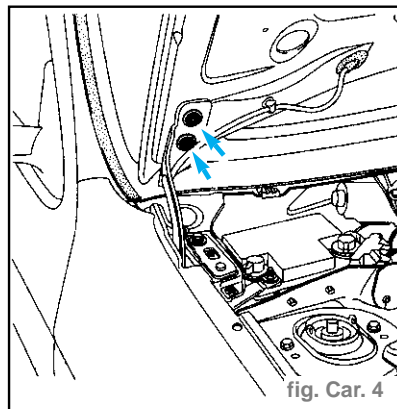

fig. Car. 4
- Desserrer l'écrou (A) du compas de capot.
- Déposer les deux vis de fixation droite et gauche (opération devant être effectuée par deux personnes) (fig. Car. 4).